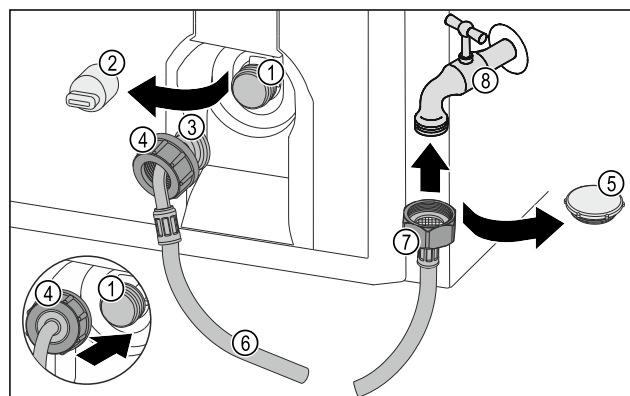

Fig. 73
- ▶ Wyciągnąć zatyczkę Fig. 73 (5).
- ▶ Prosty koniec węża Fig. 73 (7) nałożyć na zawór wody Fig. 73 (8).
- ▶ Dokręcić nakrętkę na prostym końcu węża Fig. 73 (7) w kierunku zgodnym z ruchem wskazówek zegara.